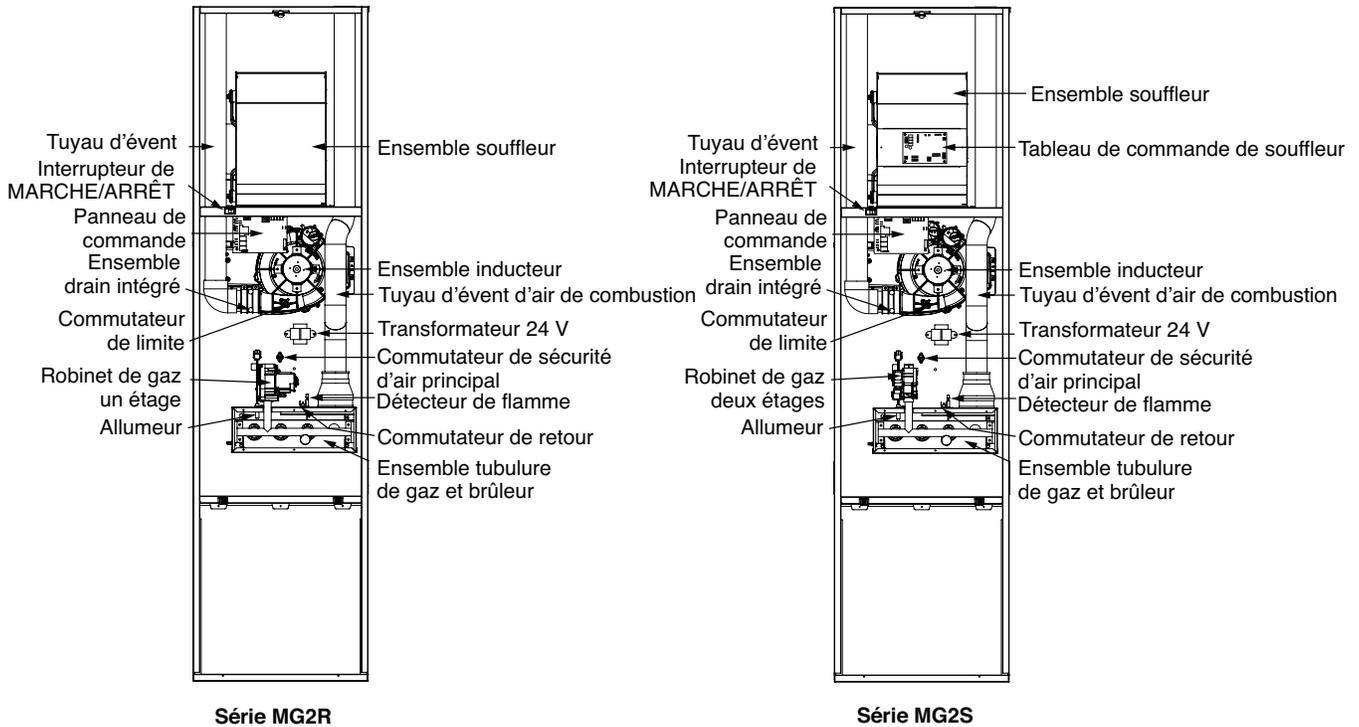

Figure 3. Composants des fournaises MG2R et MG2S
2. L'interrupteur (à l'intérieur du compartiment de souffleur) est-il en position de marche (ON)? Voyez la Figure 3, \(page 8\).
Les composants de la fournaise illustrés à la Figure 3 facilitent l'identification et le repérage des différentes pièces de la fournaise. Il est essentiel que vous vous familiarisiez avec le robinet de gaz. Vous utilisez ce robinet pour mettre la fournaise en marche ou l'arrêter. Il n'y a aucune autre pièce réparable. Toutes les réparations doivent être effectuées par un technicien en CVC agréé.